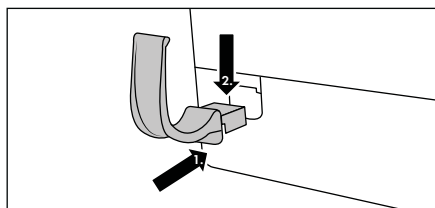

Fig. 1
- ♦ Sæt slangeholderen 16 ind i produktets åbning, og skub den ned, så den sidder fast (se fig. 1).